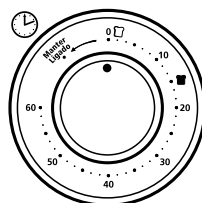

Figura 3
4. **Cronómetro** – Permite seleccionar el tiempo de cocción hasta por 60 minutos. Automáticamente apagará el horno al final del tiempo de cocción. (Ver Figura 3)